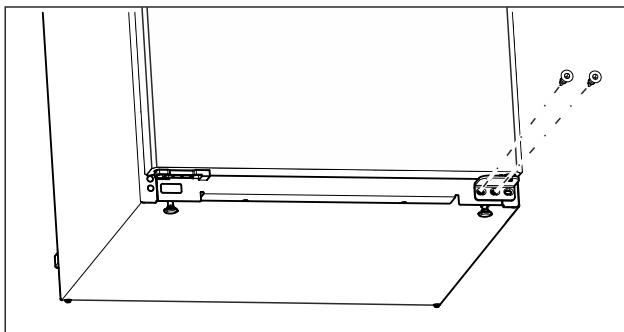

Fig. 10
- Deșurubați și scoateți șurubul din mijloc de la suportul de lagăr inferior cu șurubelnīța Torx 20. (vezi Fig. 10)
- Deșurubați și scoateți șurubul din interior de la suportul de lagăr inferior cu șurubelnīța Torx 20. (vezi Fig. 10)